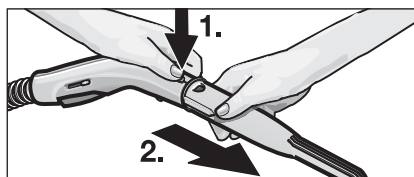

Fig. 2: Separar os acessórios
- Para retirar os acessórios carregar a tecla de desbloqueio (B3 ou F2) e puxe as peças para separar (ver Fig. 2).